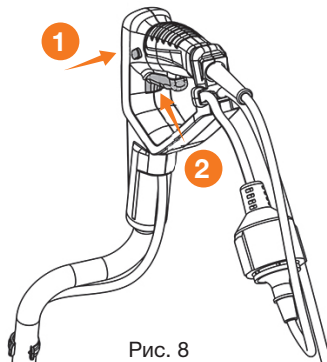

Рис. 8
- Прижмите большим пальцем предохранительную кнопку ❶ на правой рукоятке, а затем нажмите клавишу включения ❷ (Рис. 8). Двигатель запустится и фрезы начнут вращаться.
- Для остановки вращения фрез и работы двигателя, просто отпустите клавишу включения ② (Рис. 8).